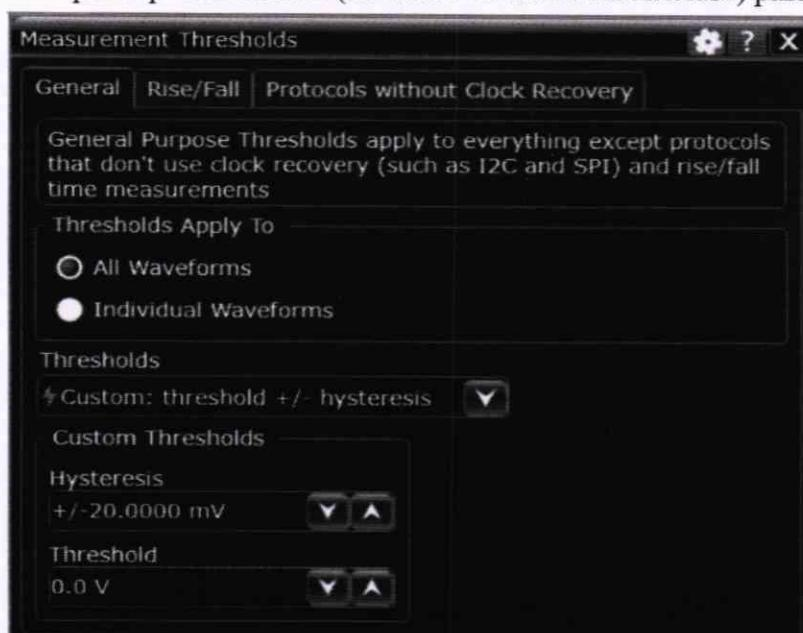

Рисунок 7
8.7.4 Включить 1-й канал осциллографа (и выключить все остальные), используя кнопки блока выбора и настройки каналов. Включить измерение частоты, выбрав пункт меню «Measure/Mark»→«Add Measurement» для 1-го канала осциллографа. Открыть окно настроек измерения, выбрав в его контекстном меню пункт «Edit Measurement». В окне настроек нажать на кнопку «Thresholds». В появившемся окне выбрать для параметра «Thresholds» из выпадающего списка тип «Custom: threshold +/- hysteresis», установить параметр «Hysteresis» равным ± 20 мВ и параметр «Threshold» (из блока «Custom Thresholds») равным 0 В (см. рис. 7).